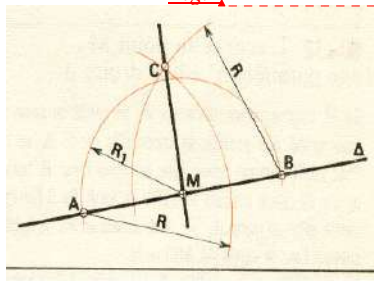

Fig. 2
2.1.2. Perpendiculaire en un point M d'une droite (fig. 2)